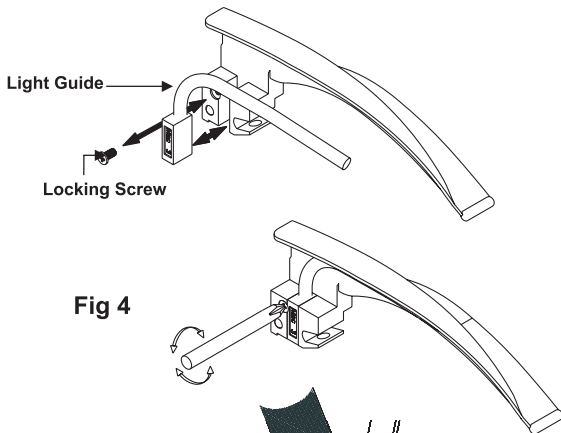

Fig 4
In den grünen Gima-Klingen sind die faseroptischen, leichten Klingenswellen abnehmbar und mit einer gleich großen Klinge austauschbar. Durch Lösen der Sicherungsschraube wie in Abb. 4 gezeigt, kann der Lichtleiter zur Reinigung, Reparatur oder zum Austausch gelöst und entfernt werden.
1. Entfernen Sie die Sicherungsschraube mit einem Schraubendreher wie in Abb. 4 gezeigt.